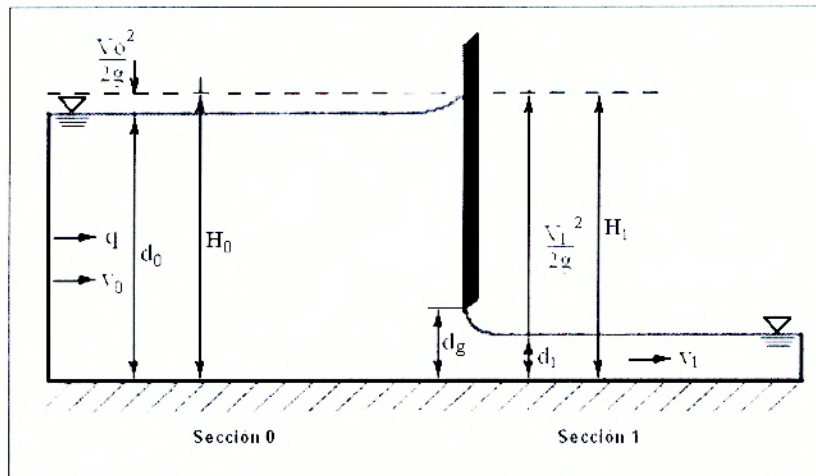

Figura 1 Descarga bajo una compuerta
4. Realice las mediciones de Q , d_0 y d_1 indicados en la Figura 1.
5. Levante la compuerta 1cm, manteniendo constante la profundidad $d_0=20$ cm, pero esta vez variando el caudal. En cada nivel, obtenga los valores de Q , d_0 , d_1 y d_g . Este procedimiento debe realizarse para diez (10) caudales diferentes.